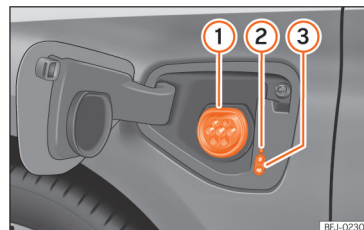

Abb. 55 Hinter der Batterieklappe vorn links: Ladedose.
>>> (Abb. 55)
• Drücken Sie bei entriegeltem Fahrzeug auf die Batterieladeklappe, um diese zu öffnen »» [Abb. 55].